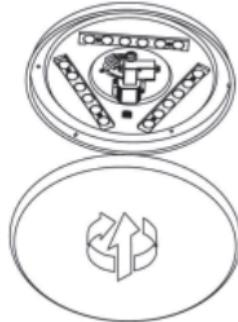

fig.5
- 7. Fig. 5:** Plaats de koepel op de basisplaat (bajonetsluiting).